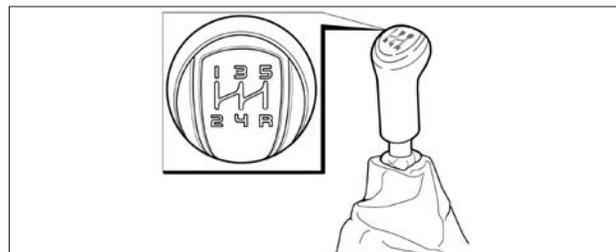

Рис. 36. Рычаг переключения передач в механической коробке передач
Схема положений рычага переключения передач в механической коробке передач нанесена сверху на его рукоятке (рис. 36):
**Рис. 36а.** Рычаг переключения передач в автоматической коробке передач
**Рис. 36б.** Педали при автоматической коробке передач
Переключение режимов автоматической коробки передач (АКП) осуществляется перемещением рычага переключения передач в продольном направлении (рис. 36а), в зависимости от желаемого направления движения. Для разблокировки рычага необходимо нажать кнопку фиксации **1** на рукоятке рычага переключения передач. При перемещении рычага из положения **N** в положение **D** и обратно, а также из положения **1** в положение **2**, и далее, в положение **D** кнопку фиксатора можно не нажимать. Выбранный режим индицируется на жидкокристаллическом индикаторе в комбинации приборов. Индикация положения рычага переключения передач, изображённая на декоративной накладке рядом с рычагом, показана как справочная и в движении не используется.